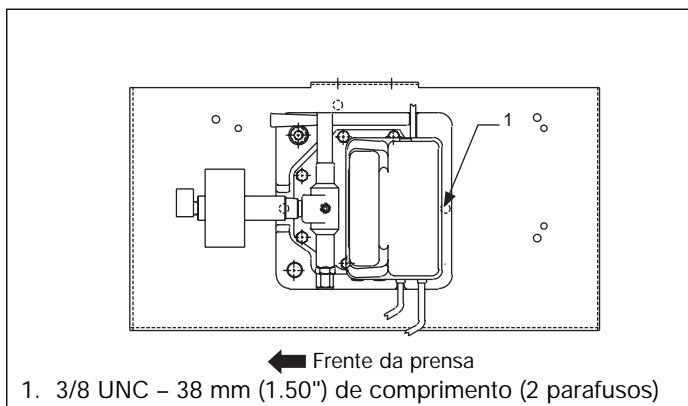

Figura 2, Bomba "Econo" PUJ1200B/PUJ1201B
1. Monte a **bomba elétrica** com dois parafusos no suporte, usando as peças fornecidas. Consulte figura 2.